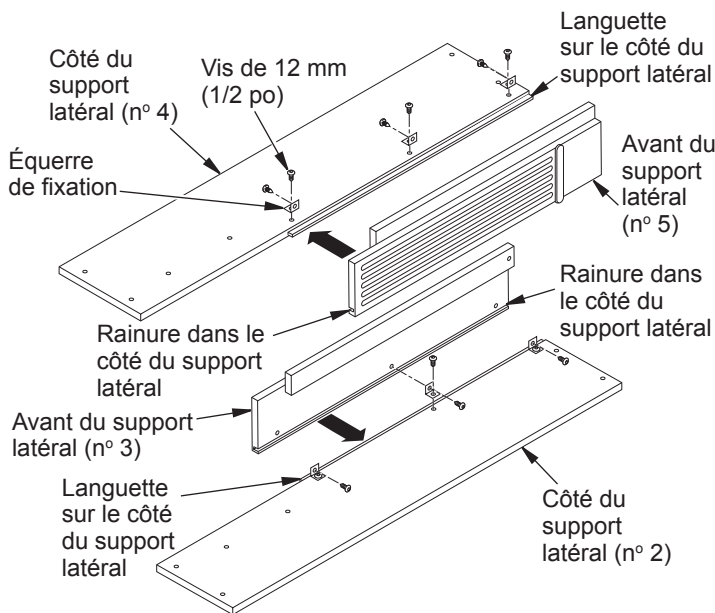

Figure 1 - Assemblage des supports latéraux droit et gauche
1. Placez le panneau du côté droit (n° 2) face en dessous sur une surface coussinée pour éviter toute égratignure du fini. Montez les trois équerres de fixation de 12 mm (1/2 po) sur la partie inférieure du support latéral avant droit (n° 3) en laissant les vis un peu desserrées. Les équerres de fixation doivent faire face au côté de la languette (voir figure 1). Placez le support latéral avant droit sur le côté droit (n° 2) en faisant correspondre la rainure du support à la languette sur le côté, comme illustré à la figure 1, et la finition sur le côté à la finition sur le devant. Alignez les trous filetés avec les équerres sur le côté. Insérez trois vis de 12 mm (1/2 po) dans les équerres de fixation. Alignez la base de l'assemblage des côtés et du support latéral pour qu'ils s'affleurent. Tenez ces pièces fermement alignées pendant que vous serrez (mais ne serrez pas à fond) les vis.